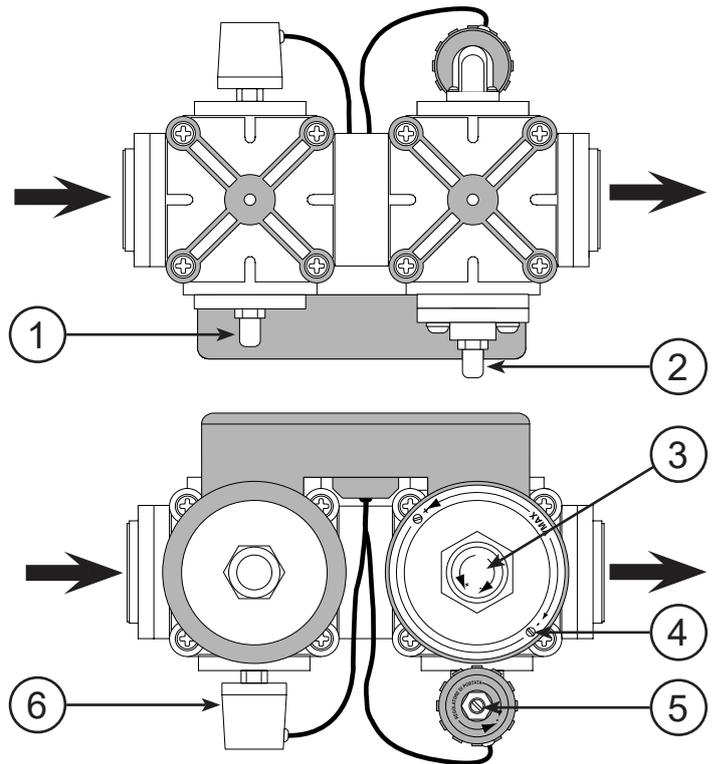

Fig. 7.5 Ensemble d'électrovanne
- 16) Régler la pression au niveau de la membrane à l'aide du régulateur à électrovanne (voir fig. 7.5 à la page 68), les valeurs doivent correspondre à ce qui est indiqué dans le tableau 7.4 à la page. 67.
- 16) Ajuster la pression au niveau de la membrane à l'aide du régulateur de pression de l'électrovanne (voir fig. 7.5 à la page 68), les valeurs doivent correspondre à ce qui est indiqué dans le tableau 7.4 à la page. 67.